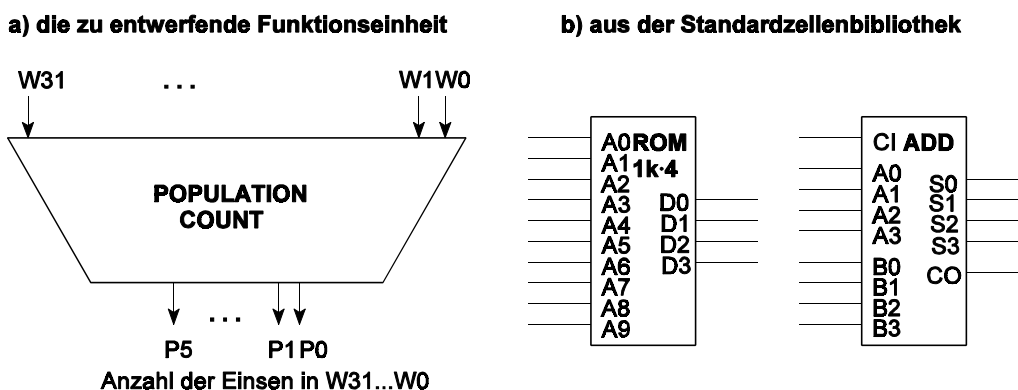

Abb. 4
4. Es ist eine Schaltung zu entwerfen, die die Anzahl der gesetzten Bits in einem 32-Bit-Wort ermittelt (Funktion POPULATION COUNT bzw. NUMBER of OCCURRENCES; Abbildung 4). Realisierung: in Standardzellentechnologie. In der Zellenbibliothek befinden sich: ein ROM-Array $1k \cdot 4$, ein 4-Bit-Volladdierer und das gängige Gattersortiment (Negator, 2-fach und 3-fach UND/ODER/NAND/NOR/XOR).